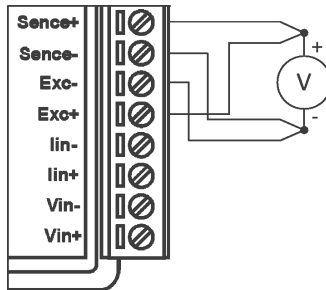

Рис. 5.1. Соединение приборов для юстировки источника напряжения возбуждения
3. Соедините выводы Sense и Exc согласно схеме, на рис. 5.1.
4. Подсоедините образцовый вольтметр к выходу источника напряжения возбуждения юстируемого модуля Exc, согласно схеме, на рис. 5.1. Для коммутации рекомендуется использовать провода минимальной длины. Источник напряжения, предназначенный для питания модуля, не влияет на результат юстировки;